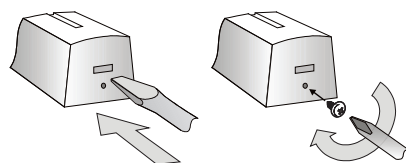

Figura 2: Apertura del coperchio del rilevatore ed il suo blocco con una vite
1. Aprire il coperchio del rilevatore premendo la rispettiva linguetta – si veda la figura 2.